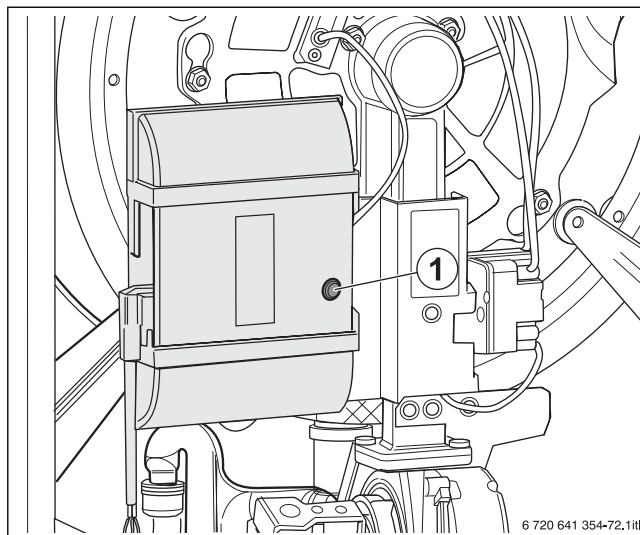

Bild 77 Störungen am Feuerungsautomaten zurücksetzen
► Taste **Reset** am Feuerungsautomaten drücken (→ Bild 77, [1]).